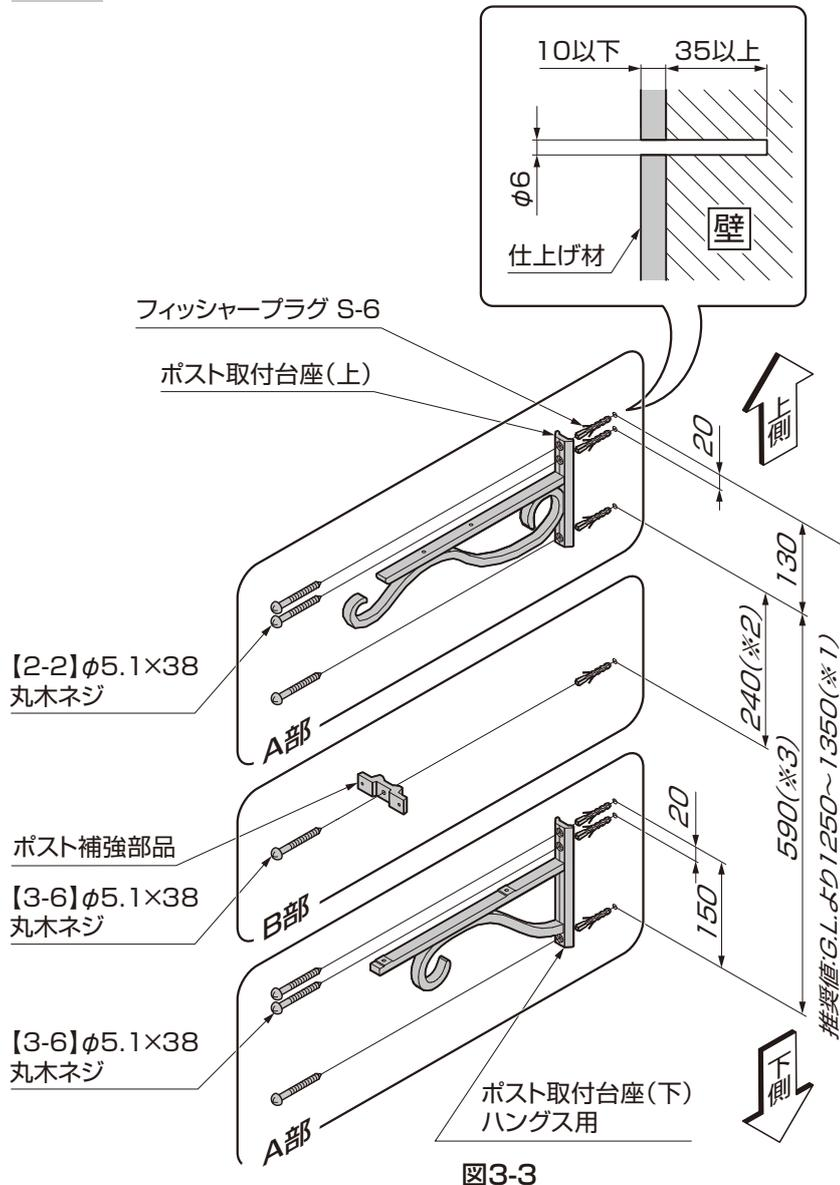

図3-3
- ① G.L.より1250~1350の位置(*1)に、ポスト取付台座(上)を【2-2】で取付けてください。(図3-3参照)
- ② ポスト取付台座(上)から240mmの位置(*2)に、ポスト補強部品を【3-6】で取付けてください。(図3-3参照)
- ③ ポスト取付台座(上)から590mmの位置(*3)に、ポスト取付台座(下)ハンクス用を【3-6】で取付けてください。(図3-3参照)